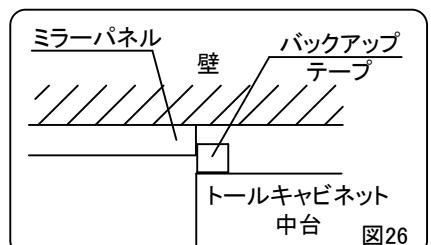

図26
- ③付属のバックアップテープを中台キャビネット背面のミラーパネル側に取付けてください。(図26)